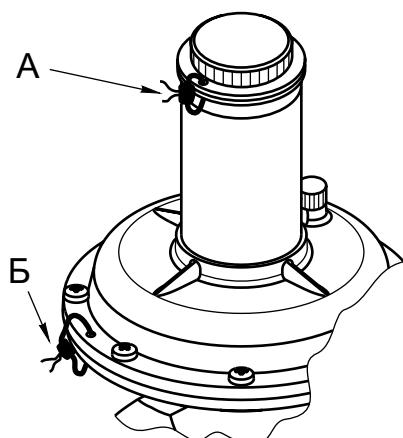

Рис. 12-9
**Пломбирование регулятора (рис. 12-9).**
Для пломбировки лучше использовать проволоку диаметром 0,8 - 1,5 мм, которую необходимо протягивать через отверстия, расположенные в защитной пробке и плоскости соединения корпусных деталей (рис. 12-9, места А и Б). Пломбировка места Б произведена на заводе-изготовителе. Пломбировка места А осуществляется после настройки регулятора на необходимое выходное давление.